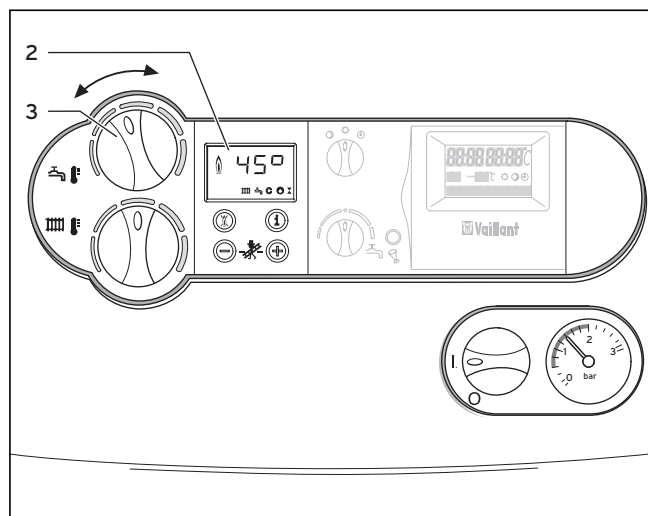

Fig. 4.6 Indstilling af beholdertemperaturen
Hvis vandets temperatur kommer under den indstillede beholdertemperatur, starter kedlen automatisk og varmer beholderen op. Under beholderopvarmningen blinker  på displayet (2), se fig. 4.6.
- Det gøres ved at dreje drejeknappen (3) til indstilling af varmtvandstemperaturen til venstre helt til anslaget, se fig. 4.6. Solvarmefunktionen deaktiveres.